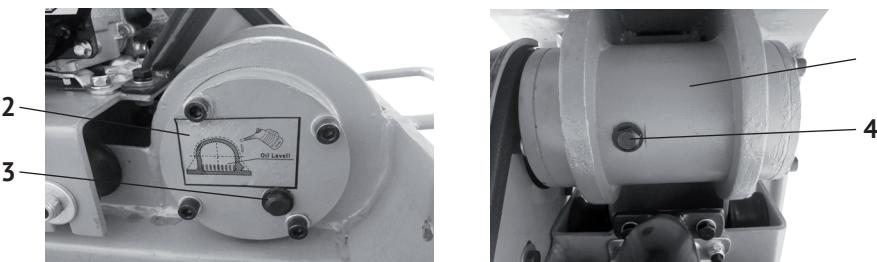

рис.4
5.3 Проверка и заполнение маслом корпуса эксцентрикового вала (см. рис.4) С завода виброплита поставляется с заправленным маслом вибратором
- открутить пробку-болт (рис.4 поз.3) на крышке корпуса вибратора (рис.4 поз.2);
- проверить уровень масла в корпусе вибратора, при необходимости долить, используя специальную воронку через маслозаливное отверстие, открутив болт (рис.4 поз.4);
7.4.2 Замена масла в корпусе вибратора (см. рис.4)
- выкрутить болт-пробку (рис.4 поз.3) маслосливного отверстия из крышки (рис.4 поз.2) корпуса вибратора;